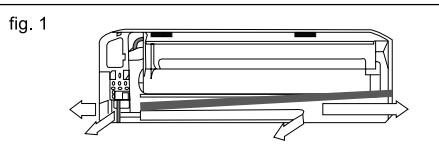

fig. 1
- Olhando o aparelho de frente depois de instalado, as tubulações e o cabo de ligação (fig. 1) poderão ser conectados a partir da: